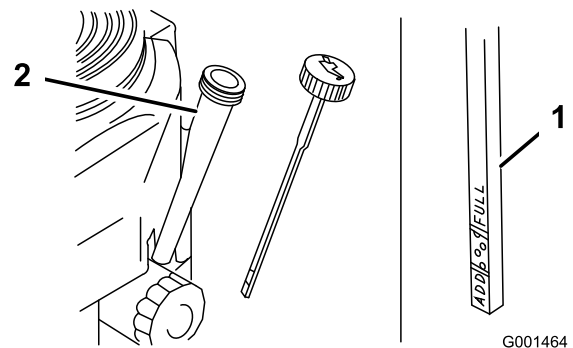

Figura 26
4. Limpie alrededor de la varilla de aceite (Figura 26) para impedir que caiga suciedad por el orificio de llenado y cause daños en el motor.
5. Desenrosque la varilla de aceite y limpie el extremo (Figura 26).
6. Deslice la varilla a fondo en el tubo de llenado, pero no la enrosque en el tubo (Figura 26).
- Vierta lentamente un 80% aproximadamente de la cantidad especificada de aceite por el tubo de llenado (Figura 26).